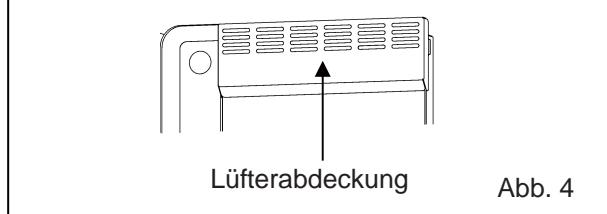

Abb. 4
5. Ziehen Sie die Lüfterabdeckung heraus (Abb. 4).